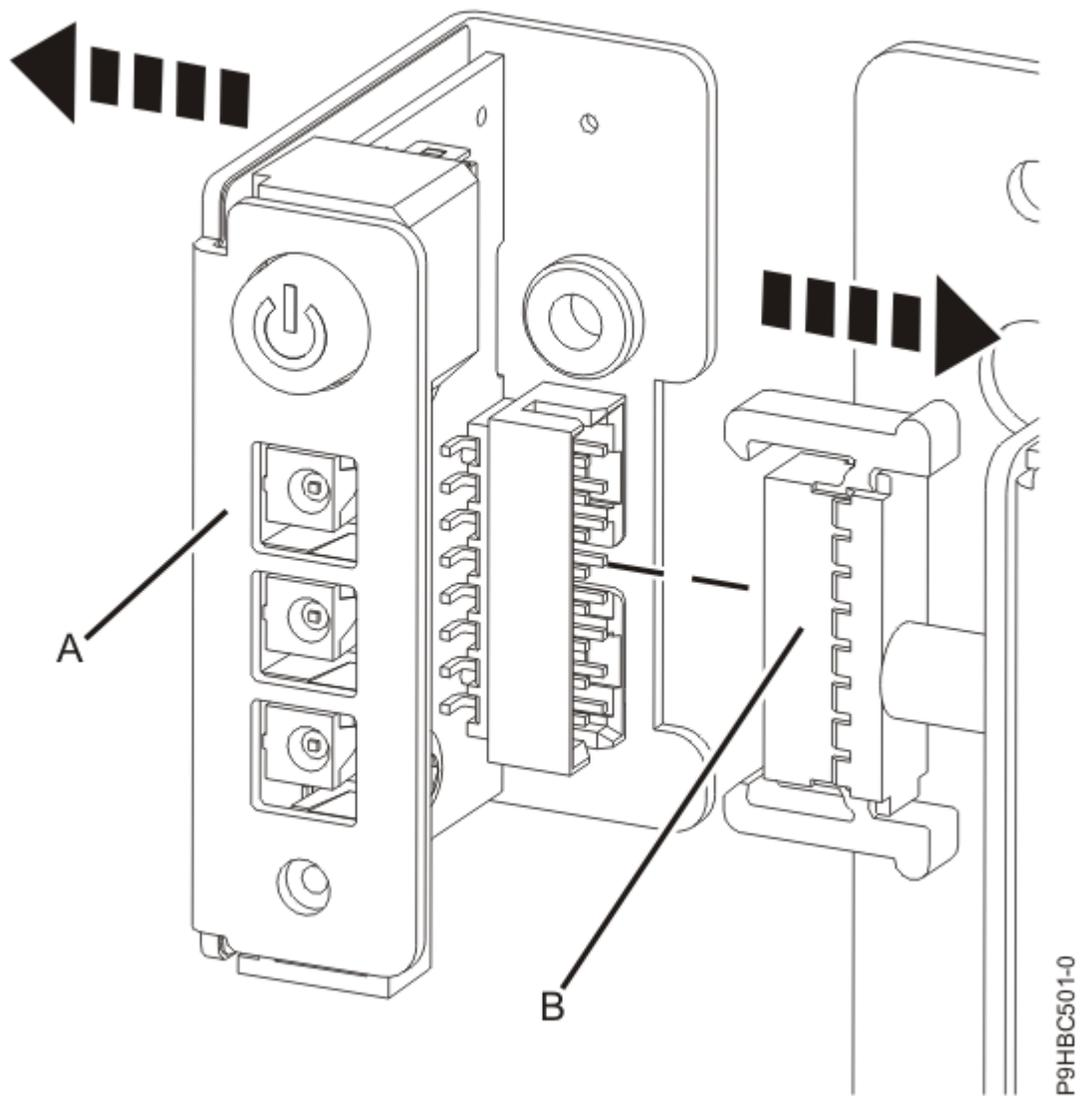
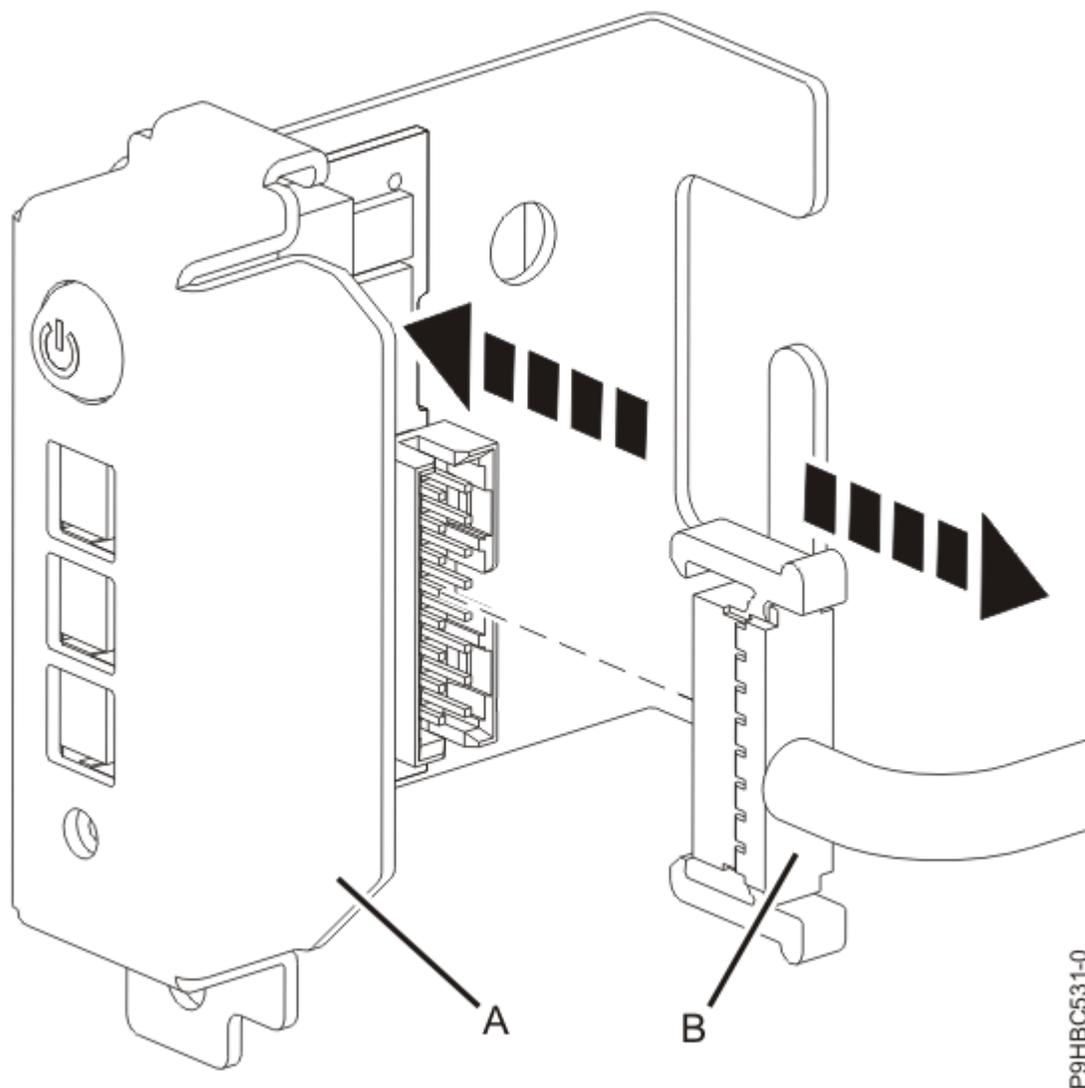

Abbildung 20. Kabel bei einem Einschubsystem von der Steuerkonsole abziehen
Abbildung 21. Kabel bei einem Standalone-System von der Steuerkonsole abziehen
4. Ziehen Sie das Kabel **(B)** von der Steuerkonsole **(A)** ab (siehe Abbildung 20 auf Seite 22 oder Abbildung 21 auf Seite 23).